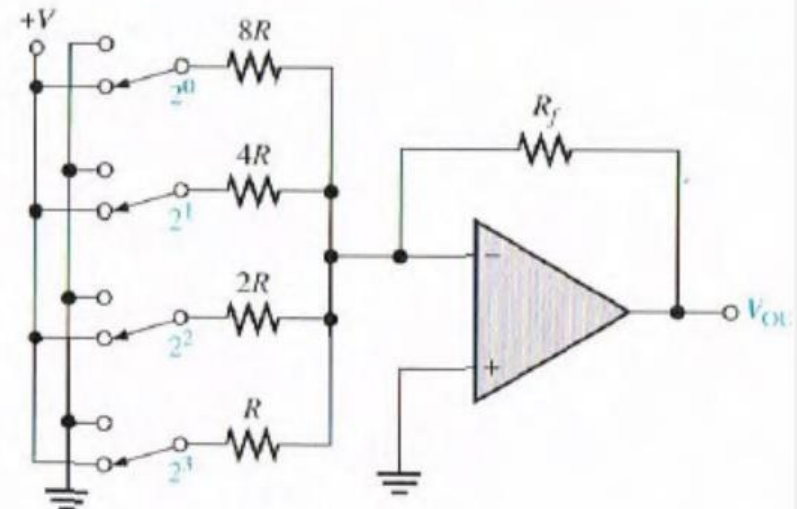

FIGURE SE8-5 A scaling adder as a four-bit digital-to-analog converter (DAC).
- De inverterende ingang van fig. SE8-5 is een virtueel massapunt zodat de stroom door R_f gelijk is aan de som van de ingangsweerstanden. De MSB van het digitaal signaal is aan ingang met ingangsweerstand $8R$ (2^3) aangelegd, terwijl de LSB aan de ingang met ingangsweerstand R (2^0) wordt aangelegd. De ingangsweerstanden komen dus overeen met de gewichten van de bitposities in het digitaal signaal.